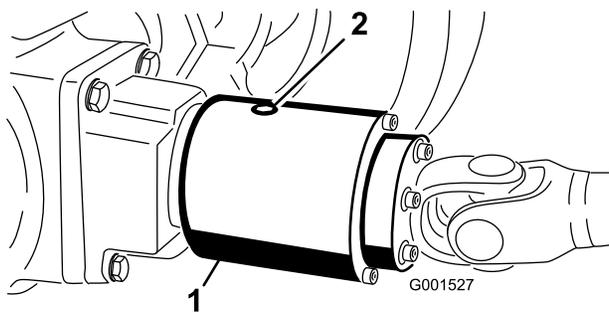

図 66
3. 点検プラグが4時の位置にくるようにクラッチを回す (図 66)。